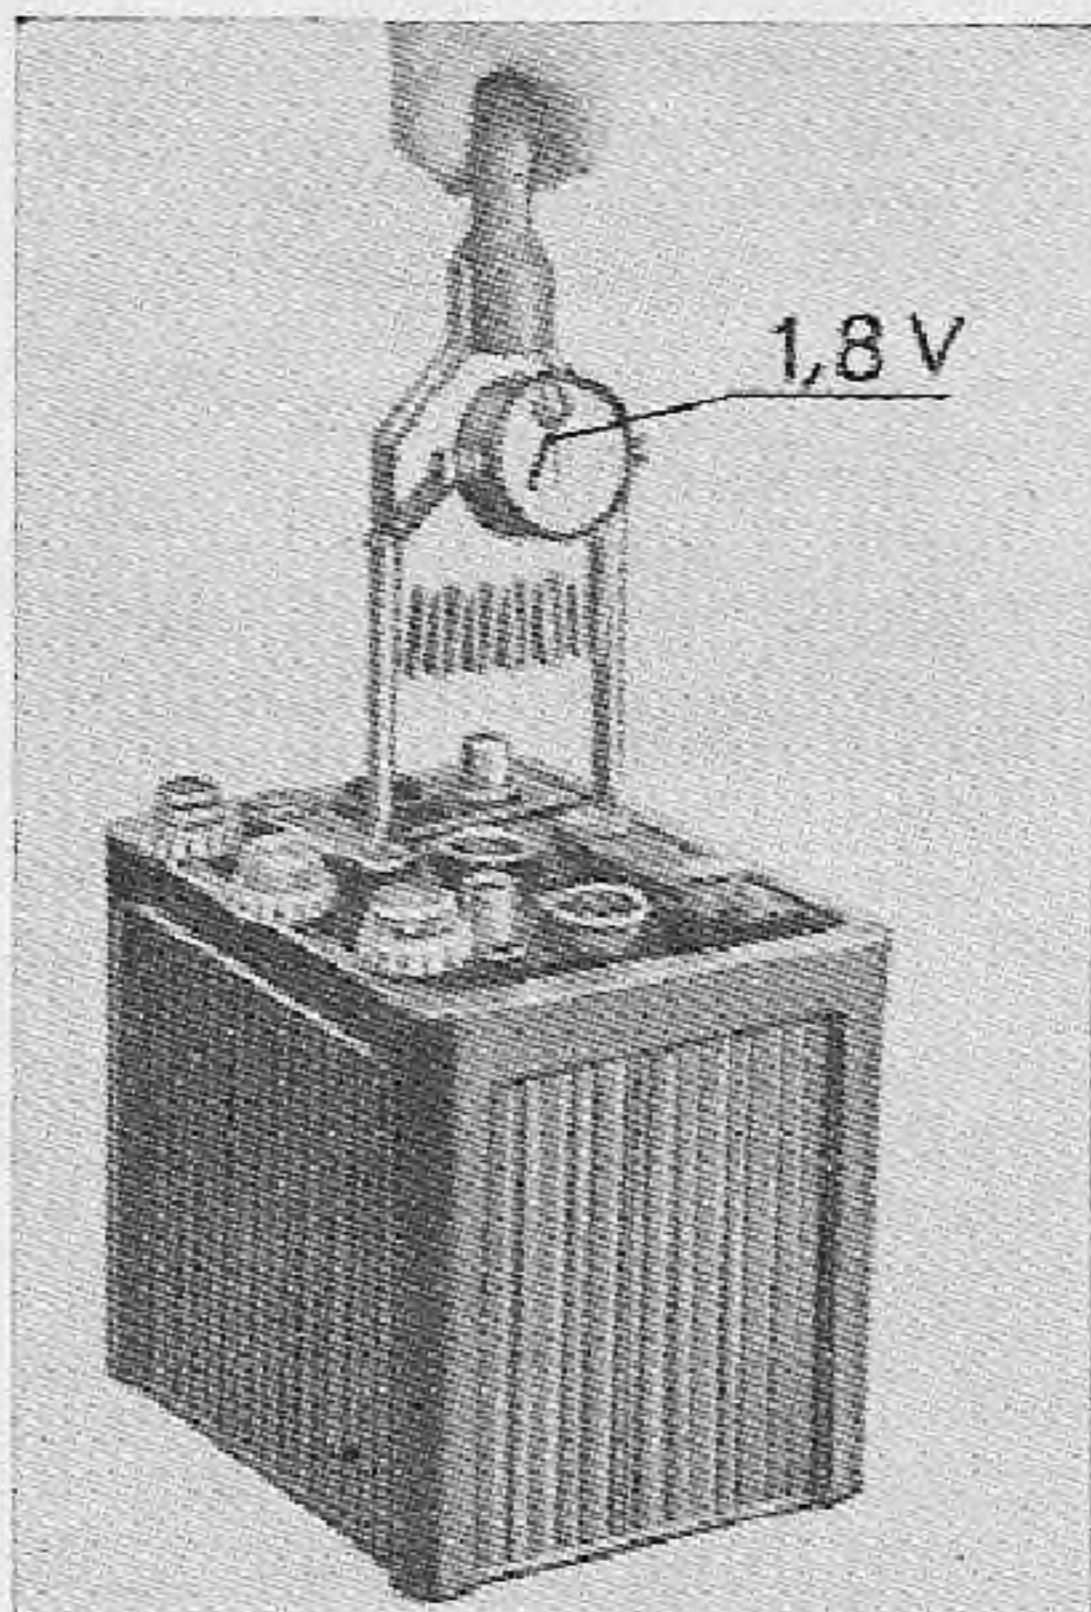

Fig. 145. — Medición de la carga de las celdas con un "startómetro".
2. Con "Startómetro". — El "startómetro" es un aparato consistente en un voltímetro montado en una horquilla cuyos brazos están independientemente conectados al instrumento de medición, y entre los cuales hay una resistencia calculada para permitir una fuerte descarga (fig. 145).